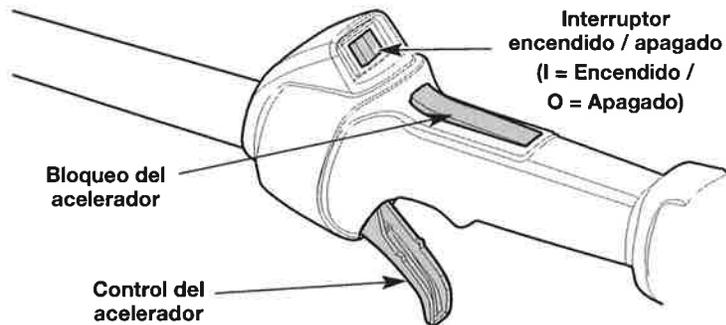

Fig. 7
NOTA: No es necesario encender la unidad. El interruptor de encendido/apagado está en la posición **Encendido (I)** en todo momento (Fig. 7).
NOTA: **NO** apriete el control del acelerador hasta el paso 8 (Fig. 7).
8. Oprima y mantenga apretado el bloqueo del acelerador (Fig. 7). Apriete el control del acelerador según sea necesario para el funcionamiento (Fig. 7).
2. Oprima y mantenga apretado el interruptor de encendido/apagado en la posición **Apagado (O)** hasta que el motor se pare por completo (Fig. 7).